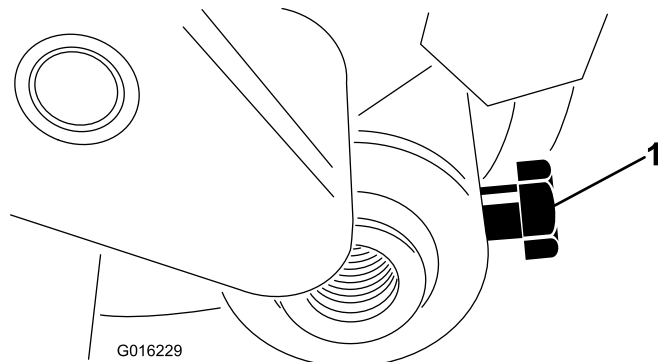

Figura 14
30. Inserte el eje del rodillo en el brazo de ajuste derecho y sujételo provisionalmente con el perno (**Figura 14**).
38. Centre el rodillo entre los brazos de ajuste y apriete los pernos de montaje (Figura 14).